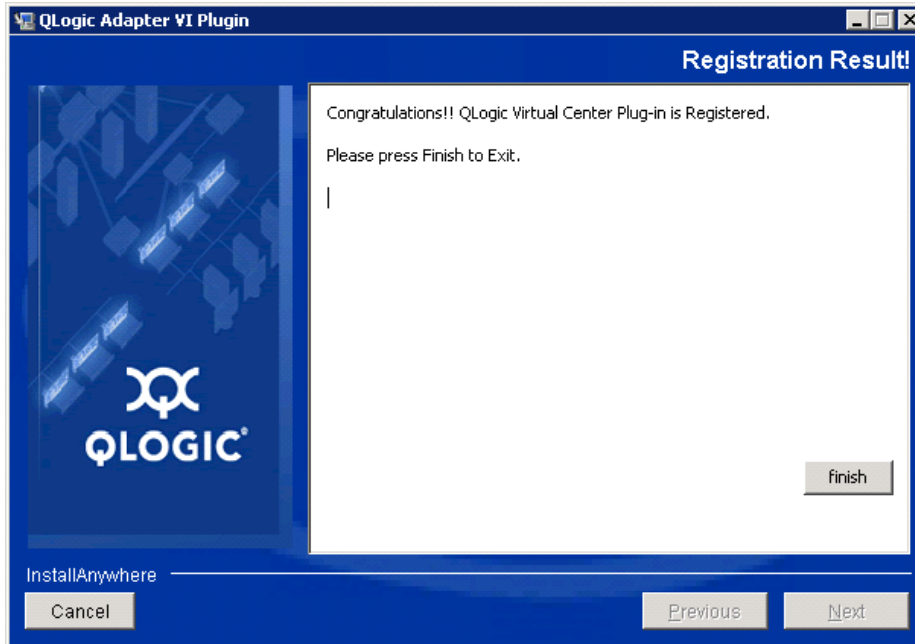

Figura 2-16. Assistente do plug-in do VI do adaptador QLogic: Resultado do registro
6. Quando a janela Registration Result (Resultado do registro) (Figura 2-16) for mostrada, clique em **Finish** (Concluir) para sair.